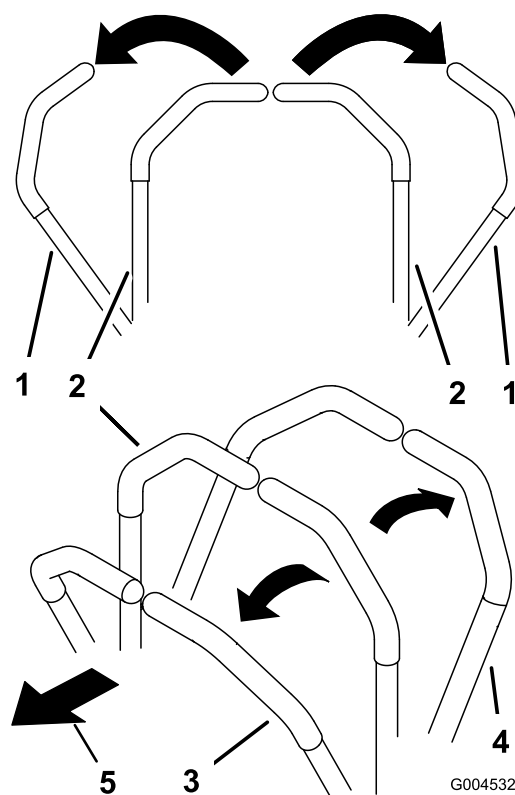

Figure 18
3. Pour vous déplacer en marche avant, poussez lentement les leviers de commande de déplacement vers l'avant (Figure 18).
Pour vous déplacer en ligne droite, appliquez une pression égale sur les deux leviers de déplacement (Figure 18).
Pour tourner, rapprochez du point mort le levier de commande correspondant à la direction que vous voulez prendre (Figure 18).
2. Pour vous déplacer en marche arrière, tirez lentement les leviers en arrière (Figure 18).
Pour tourner, relâchez le levier de commande correspondant à la direction que vous voulez prendre (Figure 18).